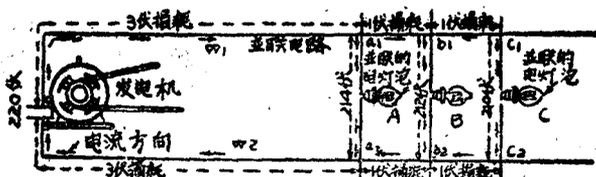

图17 并联电路
(1) 如果在串联电路的任何地点断开，整个电路就不通了，在实际电路应用中难免有断路的情形发生。
(2) 在我们的电灯电路中，每一盏电灯需要 220 伏的电压，如果我们将二盏电灯串联起来，那么电路里的总电压应该是 440 伏，20 盏时 4400 伏，200 盏时 44000 伏，这里反映出的问题，说明串联电路不能应用在电灯电路上，否则我们要用极高的电压，这是很危险的。总之串联电路在实用上还有很多缺点。
⑩并联电路：串联电路既有很多的缺点，不能适合一部分实际应用上的条件，就需要有另外一种联接形式的电路来代替。这种电路就是我们所要介绍的并联电路。并联电路中，各个负荷是并联地接到电源，由于并行的通路不止一个，电源的电流必然的分配到各个负荷中去，所以负荷的并联通路数目多少，电流就有多少路，我们亦就可称并联电路为分流电路。并联电路在应用上是很重要的。图17是一个并联电路，三个电灯泡组成了三个并联分路。发电机产生 220 伏电路，推动